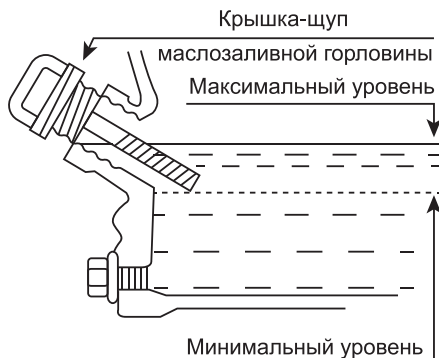

Рис. 6 Проверка уровня масла в картере
5. Аккуратно вытащите щуп и осмотрите его. Уровень масла должен соответствовать верхней отметке на щупе (Рис. 6).
Максимальный уровень масла в картере соответствует нижней кромке маслосазливной горловины (Рис. 6).
верстия (Рис. 6). После окончательной проверки, плотно закрутите крышку-щуп.